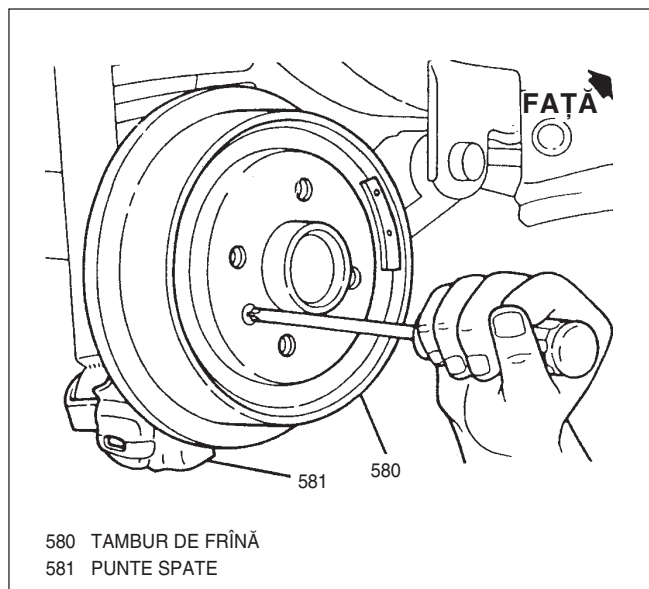

Fig. 28 Demontarea tamburului
4. Șurubul de blocare și tamburul frânei (Fig. 28).